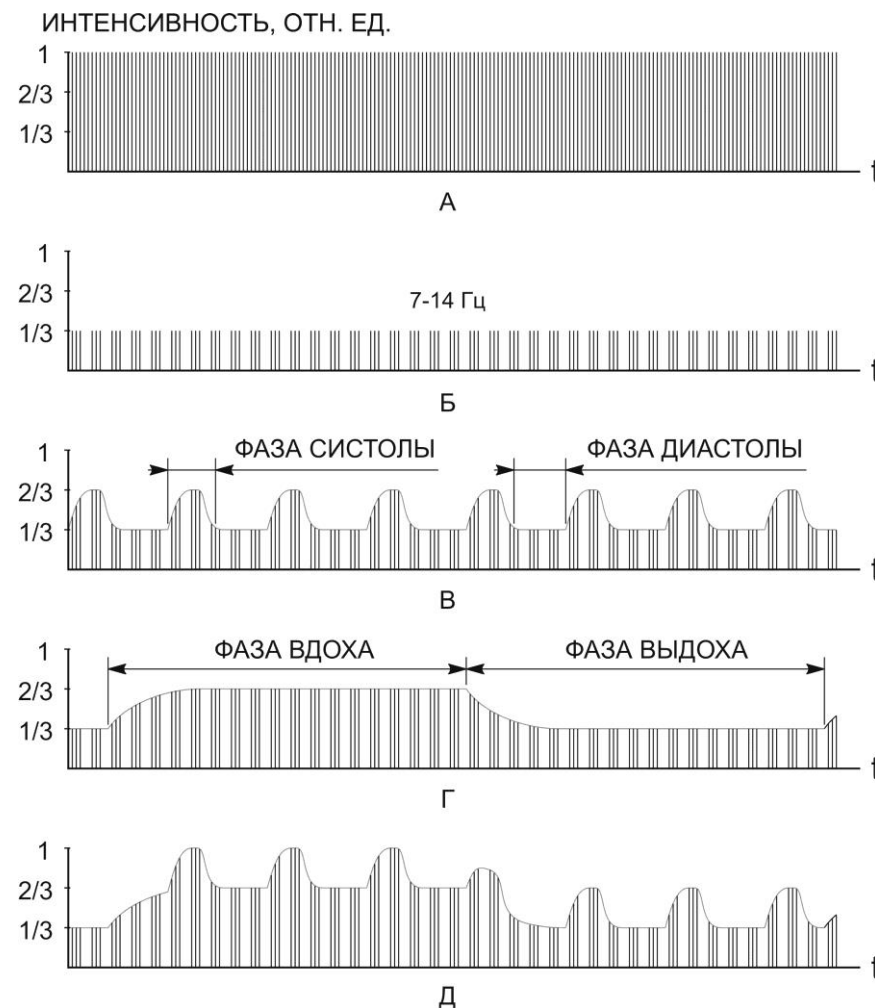

Рис. 1. Диаграммы мощности лазерного излучения в режиме БИОуправления.
4.1. В режиме БИОуправления интенсивность излучения, воздействующего на пациента, дополнительно модулируется изменяемой частотой 7...14 Гц. При этом мощность излучения (рис. 1а) уменьшается до 1/3 (рис. 1б). При подключении датчика пульса излучение модулируется пульсом пациента (рис. 1в), при подключении датчика дыхания - соответственно дыханием пациента (рис. 1г). В результате в фазах выдоха и диастолы мощность излучения уменьшается, а в фазах вдоха и систолы достигает максимального значения (рис. 1д).